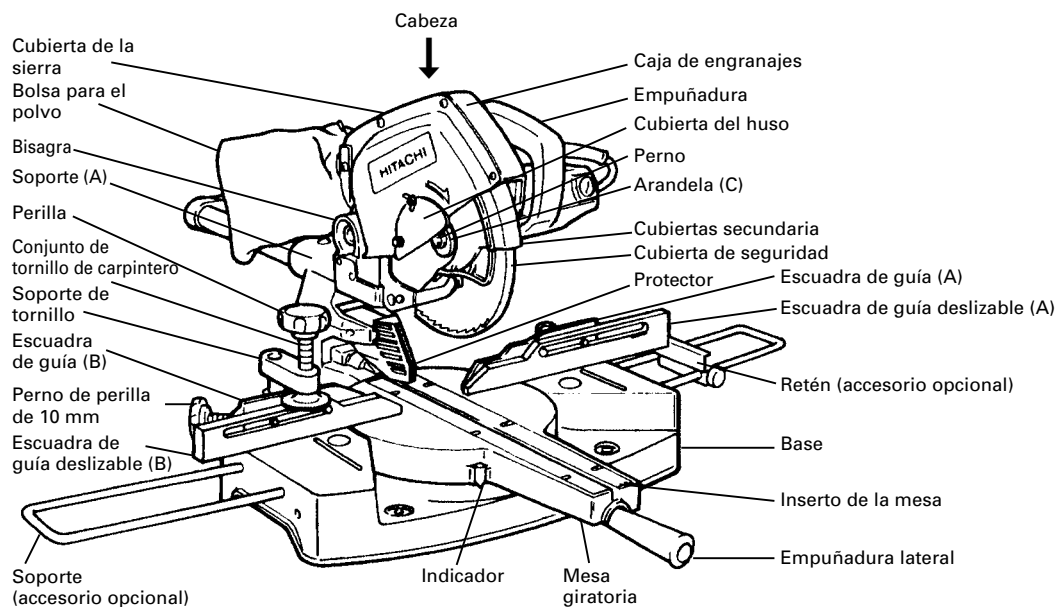
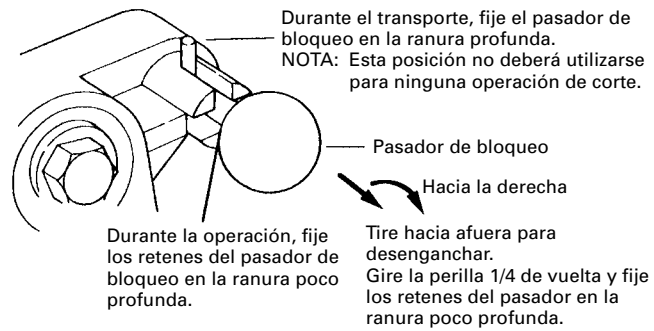

Fig. 1
Fig. 6-b
Cuando la herramienta eléctrica esté preparada para transportarse, sus partes principales estarán aseguradas mediante el pasador de bloqueo. Mueva ligeramente la empuñadura (consulte la Fig. 1) de forma que el pasador de bloqueo pueda desenganchar y ajustarse como se indica en la Fig. 6-b.
NOTA: Si baja ligeramente la empuñadura (consulte la Fig. 1), podrá desenganchar el pasador de bloqueo de forma más fácil y segura.
Fije la bolsa para el polvo, el soporte, el retén y el conjunto de tornillo de carpintero, la escuadra de guía deslizante (A), y la escuadra de guía deslizante (B) como se indica en la Fig. 1.